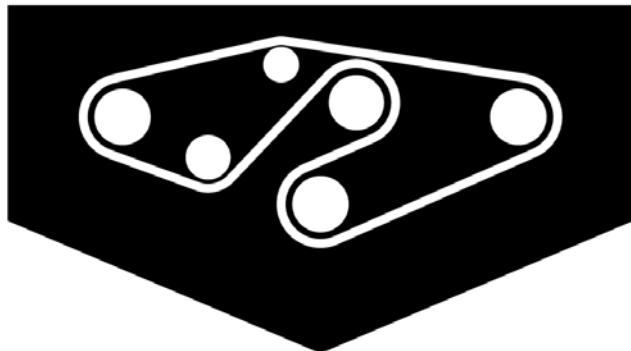

Figure 38
- Installez la courroie neuve autour des poulies d'axe et de la poulie de tension (Fig. 38).